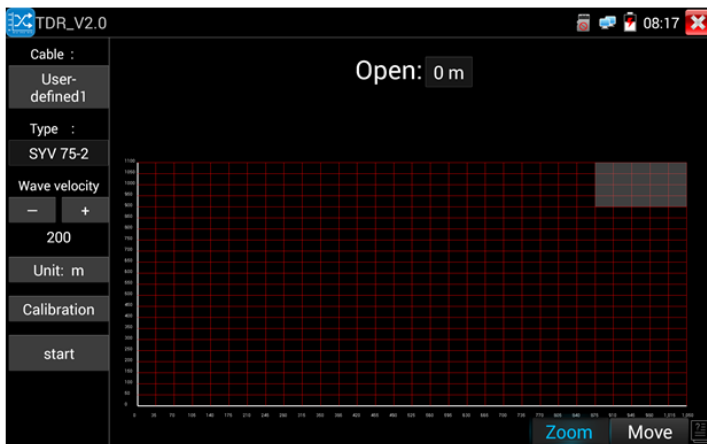

Рис. 122 Выбор типа для тестируемого кабеля
2. В строке «Тип кабеля» (Type) выберите тип кабеля. Например для коаксиального кабеля этот параметр будет SYV 75-2, рис. 122